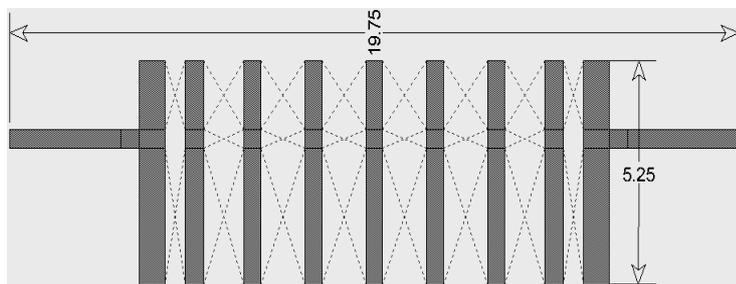

Рис. 3.72
Выберите в меню команду **Edit>Snap Together** или щёлкните по значку **Snap Together** на панели инструментов. Исправленная топология показана на рис. 3.72.
4. Выберите в меню команду **Dimension Line**. Установите курсор мышки на верхний левый угол входного проводника, нажмите кнопку мышки и, не отпуская кнопки, переместите курсор на верхний правый угол выходного проводника и отпустите кнопку, установите размер длины топологии удобным для наблюдения и щёлкните левой кнопкой мышки (рис. 3.72). Аналогично установите размер ширины топологии. Исходя из полученных размеров, выберем размер платы 19.75×7 .